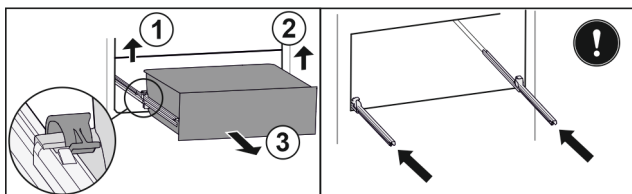

Fig. 113
- Podignite lijevu stezaljku i istovremeno izvucite ladicu lijevo prema naprijed. Fig. 113 (1)
- Podignite desnu stezaljku i istovremeno izvucite ladicu desno prema naprijed. Fig. 113 (2)
- Izvadite ladicu prema naprijed. Fig. 113 (3)